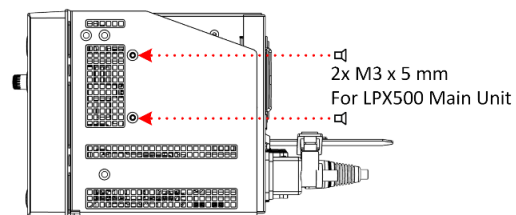

図2: ラックトレイに取り付けられた単一のLPX500本体
- 3 トレイの底にある 2 つの皿穴に 2 本の M3 x 5 ネジを挿入し、ユニットをトレイに固定します。図 2 の底面図を参照してください。
- 5 トレイの底部にある 2 つの皿穴に 2 本の M3 x 5 ネジを挿入し、ブランク パネルをトレイに固定します。図 2 の底面図を参照してください。
- 7 ラック トレイの下側からメッシュ スペーサー ブラケットに M3x5mm ネジを 1 本挿入し、ブラケットを所定の位置に固定します。図 2 の底面図を参照してください。
- 9 トレイの右側にある 2 つの皿穴に 2 本の M3 x 5 ネジを挿入し、ユニットをトレイの側面に固定します。図2の右側面図を参照してください。
- 10 トレイの左側にある皿穴に M3 x 5 ネジを 1 本挿入し、拡張モニターをトレイの側面に固定します。図 2 の左側面図を参照してください。